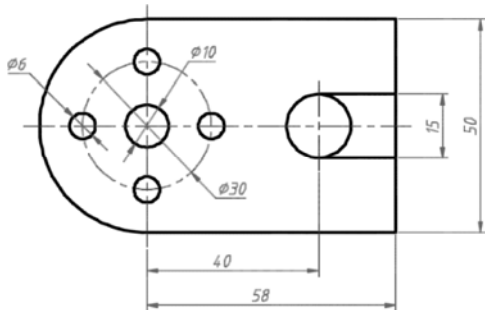
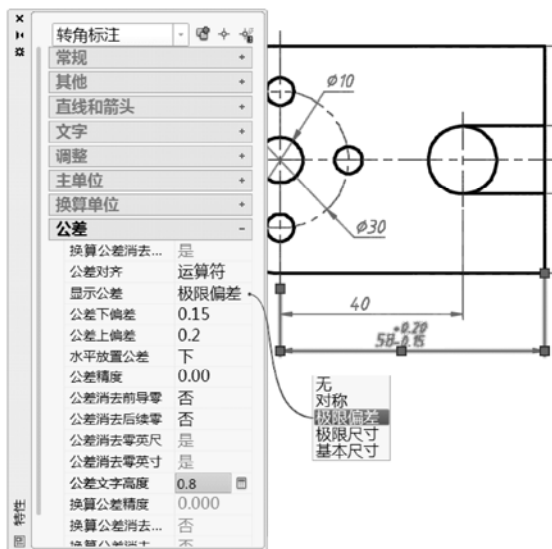

图 8-59 原始图形
图 8-60 为选定尺寸设置公差
① 打开“尺寸公差即学即练.dwg”文件, 该文件中存在着图 8-59 所示的图形。
② 在“快速访问”工具栏中单击“特性”按钮, 或者在功能区“视图”选项卡的“选项板”面板中单击“特性”按钮, 打开“特性”选项板。
③ 在图形窗口中选择数值为 58 的水平线性尺寸, 接着在“特性”选项板中展开“公差”特性区域, 从“显示公差”框中选择“极限偏差”, 设置“公差上偏差”为“0.2”, “公差下偏差”为“0.15”, “公差精度”为“0.00”, 在“公差消去前导零”框和“公差消去后续零”框中均选择“否”选项, 在“公差文字高度”框中输入“0.8”并按〈Enter〉键确认, 如图 8-60 所示。